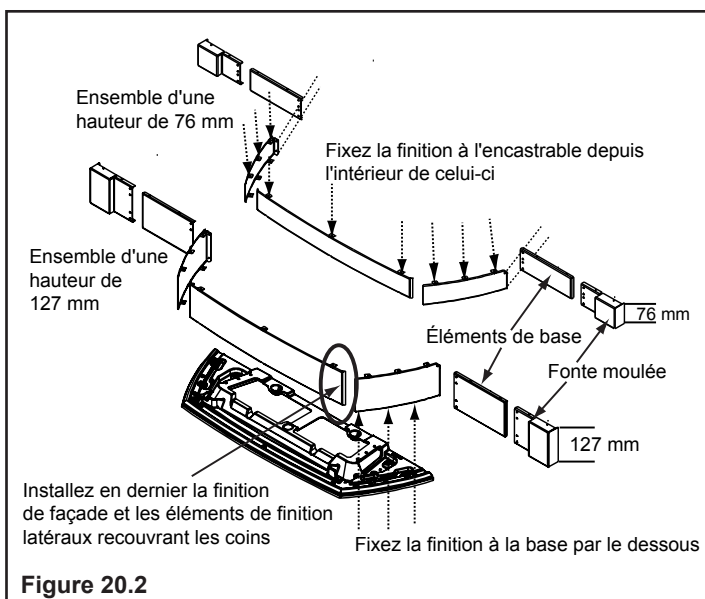

Figure 20.2
4. Posez la fonte le fond vers le haut. Fixez les 2 côtés d'abord, puis la pièce frontale. **Figure 20.2.**